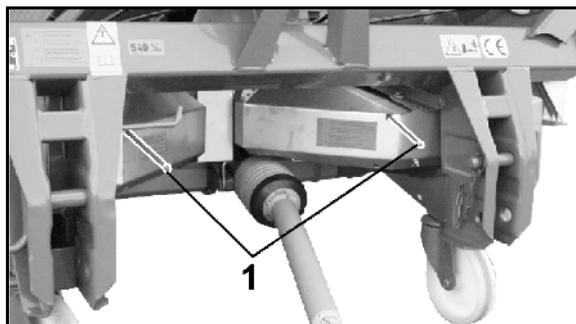

図 22
ここでサーボモーター (図 22/1) で操作するドージングスライダー (図 22/2) により様々な開口幅で排出口 (図 22/3) が開きます。
- 設定レバー (図 22/6) を手動操作し、排出口 (図 22/3) の開口幅を様々な設定することにより行います。このために必要な各シャッター位置は、散布表の指定に基づくか、計算用ディスクを用いて検出します。
シャッター (図 22/4) は排出口を開閉し、装備によっては以下で個別に油圧制御できます (図 22/5)。